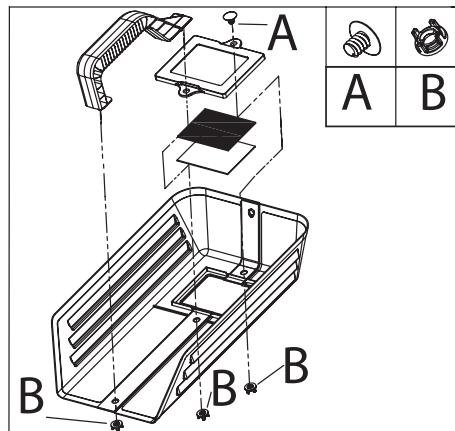

Fig.2
- Para ensamblar la máscara de protección para el rostro (FIG.2), coloque la máscara de protección de plástico en la apertura correspondiente, fijándola con los dos tornillos de sujeción. Coloque la empuñadura, fijándola en la fisura del cuerpo de protección, apretándola con fuerza y girándola 90°, hasta que llegue al agujero del cuerpo de protección.
- Introduzca el tubo de plástico del gas (fig. 2, Q) en el reductor (empújelo totalmente hacia adentro). Nota: para quitar el tubo de gas del reductor, es suficiente empujar hacia atrás el anillo (U) y tirar. El accionamiento del regulador de presión, usado con botellas desechables, se basa sobre la acción de una aguja maniobrada por una empuñadura, que está colocada encima de una placa graduada desde 0 hasta 6 y que actúa sobre la válvula de la botella. Girando la empuñadura hacia la posición 9, no hay flujo de gas; antes de empezar a soldar, coloque la empuñadura en la posición 3 ó 4, para obtener un flujo de gas de 2/3 litros por minuto. Para aprovechar plenamente cada botella de gas, mantenga siempre un flujo mínimo de gas (2/3 litros por minuto), que es suficiente para obtener una buena soldadura sin poros. El reductor de presión está equipado con una válvula de seguridad, que se pone en funcionamiento automáticamente si la presión se modifica.
- Si usa una botella recargable, introduzca el tubo de plástico de gas (Q) en un adaptador para botellas de gas grandes (V). Conecte el extremo del adaptador a un tubo flexible de gas de 6 mm y conéctelo a la salida del manoreductor, que está enroscado en la botella recargable. El manoreductor se usa para controlar el flujo de gas, el cual tendría que ser de 2/3 litros por minuto.